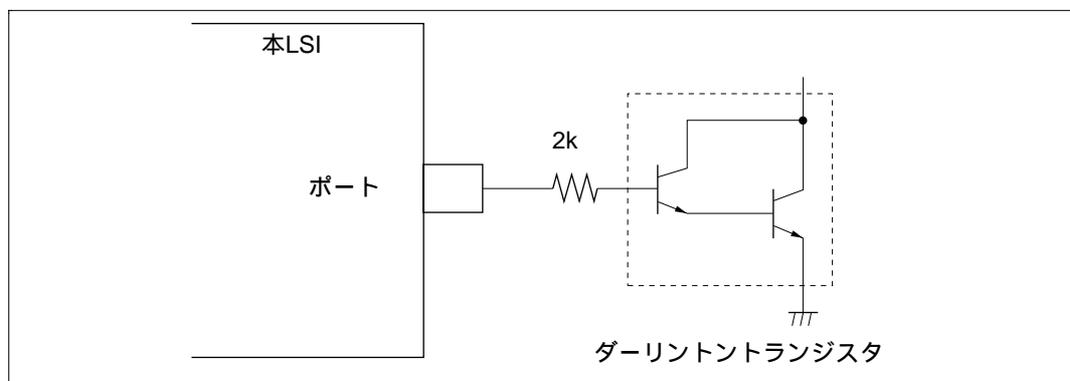
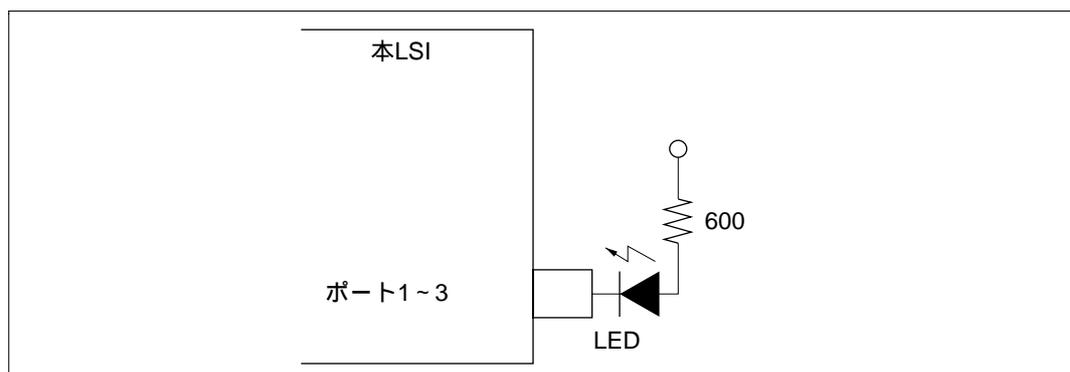

図 22.1 ダーリントトランジスタ駆動回路例
図 22.2 LED 駆動回路例
2. ダーリントントランジスタや、LED を直接駆動する場合には、図 22.1、図 22.2 に示すように、出力に必ず電流制限抵抗を挿入してください。